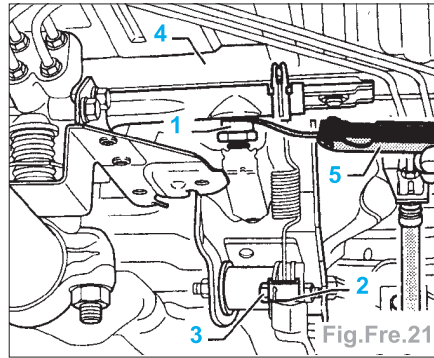

Fig.Fre.21
- Dévisser les deux butées caoutchouc (1) jusqu'à ce qu'un interstice de 0,5 mm soit mesuré simultanément des
deux côtés à l'aide d'une cale d'épaisseur entre la butée caoutchouc (1) et le fléau (4) (Fig.Fre.21).